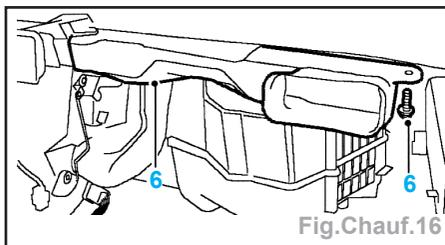

Fig.Chauf.16
- le boulon (6) du conduit de l'aérateur au niveau du visage et déposer le conduit (Fig.Chauf.16).